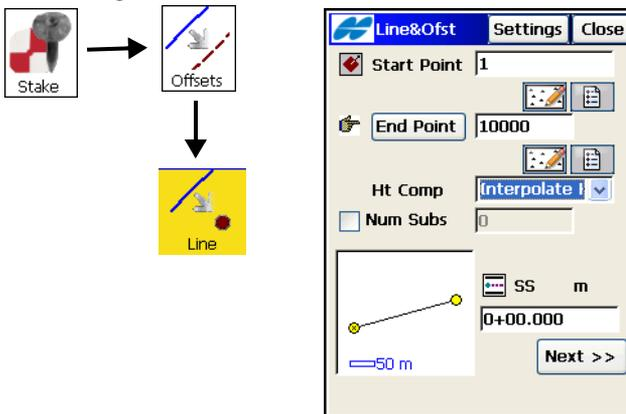

Abbildung 9-21. Abstecken von Linie und Offset
1. Wählen Sie **Abst ▶ Offsets ▶ Linie** (Abbildung 9-21).
2. Legen Sie im Fenster **Linie&Offset** (Absteck. Linie & Offset) die Richtung der Linie, die Höhenberechnungsmethode für Absteckpunkte (momentan verwenden alle Absteckpunkte die Höhe des Startpunkts), die Anzahl der Teilstücke der Linie (sofern ein Endpunkt angegeben ist) und die Anfangsstationierung (Kilometrierung) der Linie fest. Tippen Sie auf **Weiter** (Abbildung 9-21).